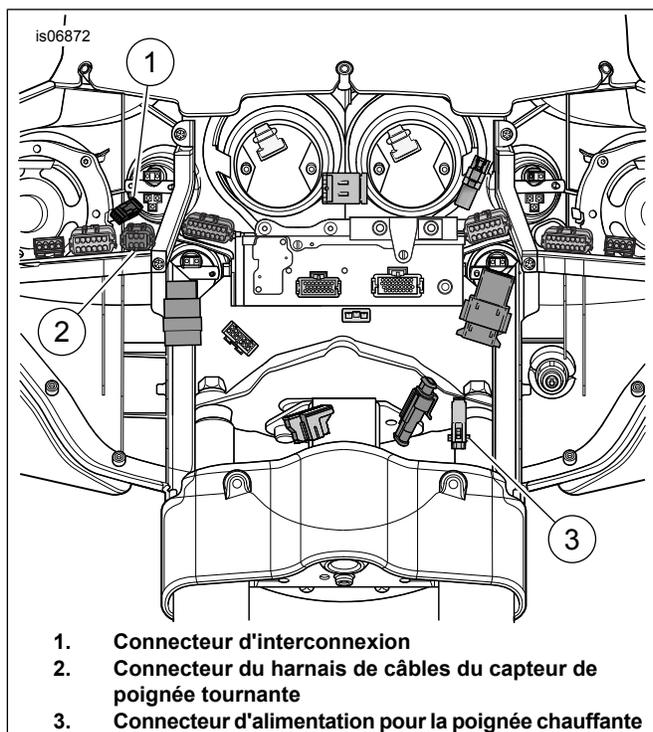

Figure 6. Câblage du carénage (modèles FLH)
- Voir la Figure 6. Connecter la moitié du connecteur d'alimentation de la poignée gauche au connecteur d'alimentation de la poignée (3).
Voir la Figure 6. Le connecteur d'alimentation de la poignée (3) comporte un capuchon qui doit être retiré avant de le connecter au câblage du véhicule.
- Connectez (1) au connecteur de la poignée de main du côté gauche.
- c. Connectez le connecteur du harnais principal du TGS du harnais de cavaliers au connecteur (2).
5. Connectez la moitié du connecteur de la poignée chauffante de la poignée gauche au connecteur d'interconnexion de la poignée chauffante du côté droit (1).